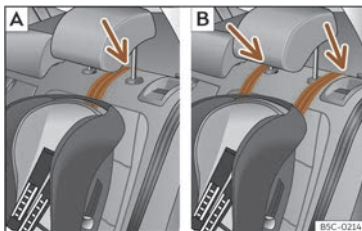

Fig. 37 Seients del darrere: ajust i muntatge en funció del cinturó Top Tether.
- Col·loqueu la corretja per sota del reposacaps (en funció de les instruccions de la cadira, aixequeu o retireu el reposacaps si és necessari) >>> **fig. 37**.